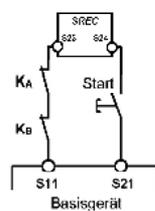
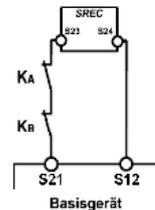

Abb. 6: Rückführkreis
Abb. 7: Rückführkreis mit Auto-Start
- Rückführkreis verdrahten:** Verdrahten Sie den Rückführkreis entsprechend Abb. 6 oder Abb. 7.